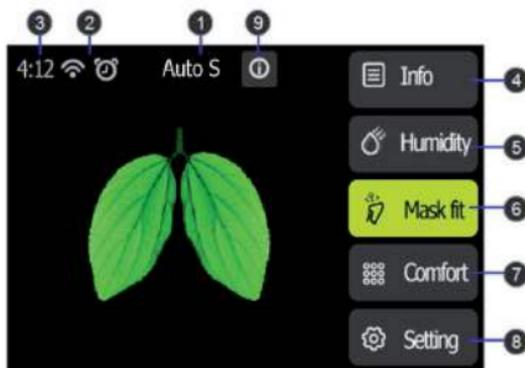

Abbildung 1: Patienten-Standby-Menü
1. Stellen Sie sicher, dass das Gerät mit Strom versorgt wird. Der erste Bildschirm, der angezeigt wird, ist das Resvent-Logo, innerhalb von 5 Sekunden gefolgt von dem Patienten-Standby-Menü (siehe Abbildung 1).